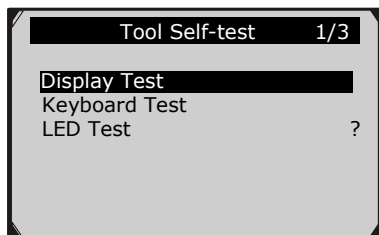

Figura 3.9
- 2) Seleccionar prueba de pantalla desde el menu de prueba autocomprobacion y oprime el boton OK para iniciar la prueba. (Figura 3.9)